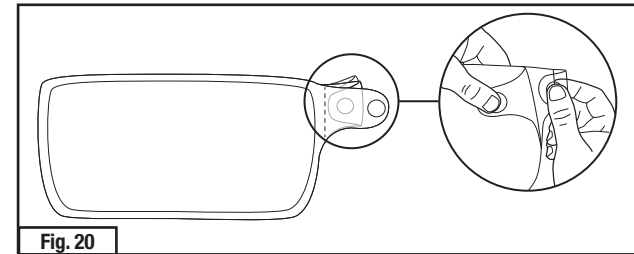

Fig. 20
**REMARQUE :** Pour faciliter, le retrait de chaque couche individuelle du protège-lentilles à peler empilé pendant l'utilisation, l'utilisateur peut vouloir plier les languettes sur le seconde, troisième et quatrième protège-lentille à peler empilés, comme l'illustre la Fig. 20. Laisser la languette du premier (dessus) protège-lentille non plié. Plier la languette sur le second protège-lentille amovible et la glisser sous la languette précédente. Répéter cette étape avec le troisième et le quatrième protège-lentille amovible pour créer une pile de languettes pliées. Retirer chaque couche en prenant la languette et en enlevant la couche.